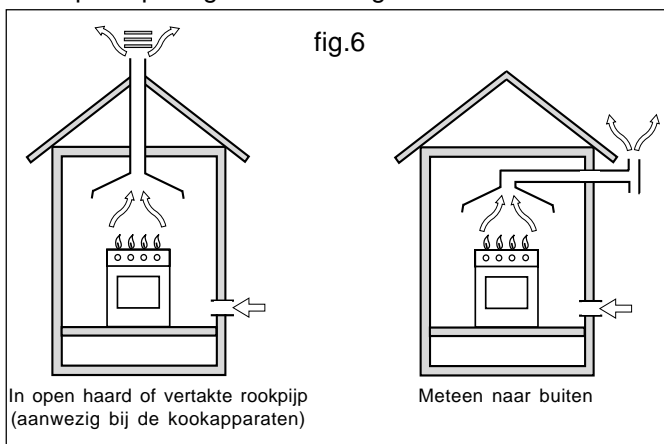

fig.6
- Het apparaat moet de verbrandingsproducten afvoeren naar een speciaal hiervoor bestemde kap die op een schoorsteen, een afvoerkanaal of rechtstreeks naar buiten moet zijn aangesloten (fig.6).